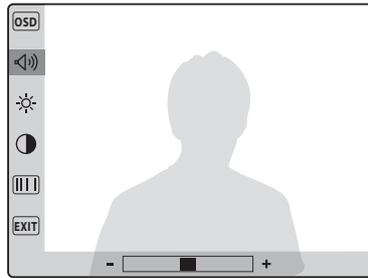

Fig.3
- Attivare il menù delle regolazioni premendo il pulsante  Fig.3.
- To enter into programming menu press the  button Fig.3.
- Il volume della fonia (8 livelli Fig.3);
- The speech volume (8 levels Fig.3);